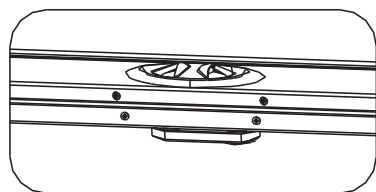
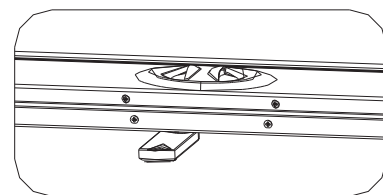

图 1
图 3
1. 银幕放在投影机前距离合适的地方，正面对准投影机，把银幕支撑脚按图 1，2 所示旋转至与壳体成“十”字型，（如图 3）进行解锁。